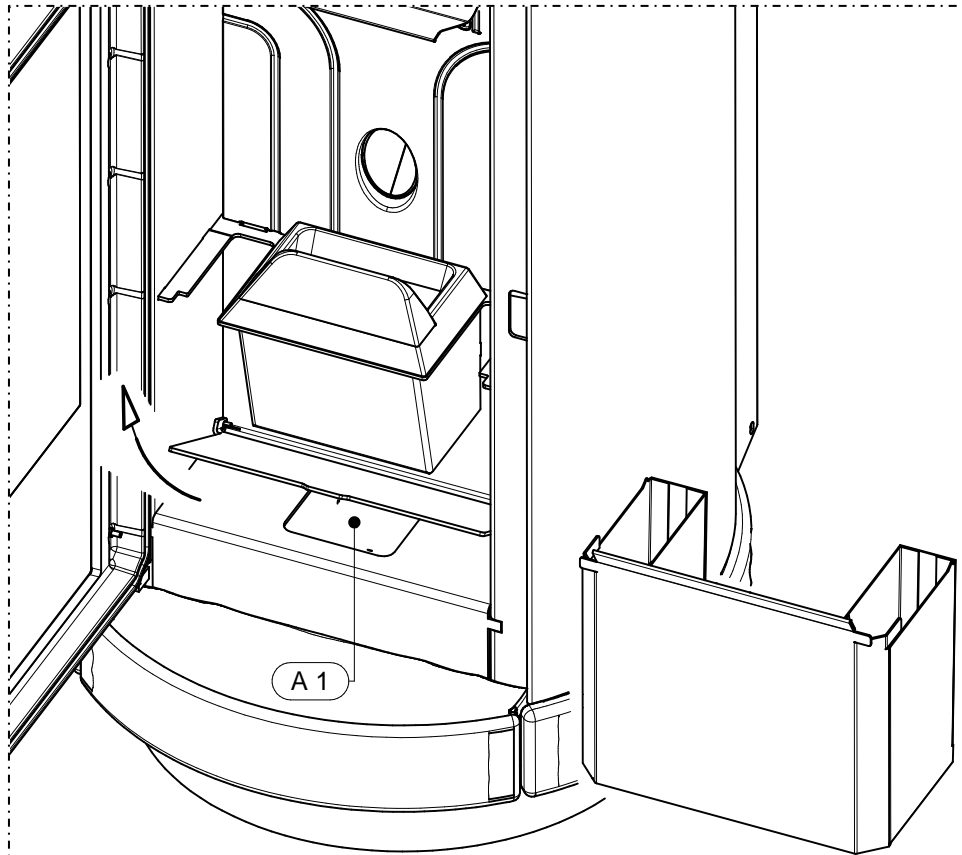

Figura 5
- Ispezionare e pulire l'apertura identificata con A1 (figura 5). Per accedervi aprire la porta, togliere il cassetto cenere ed alzare la lama di chiusura.